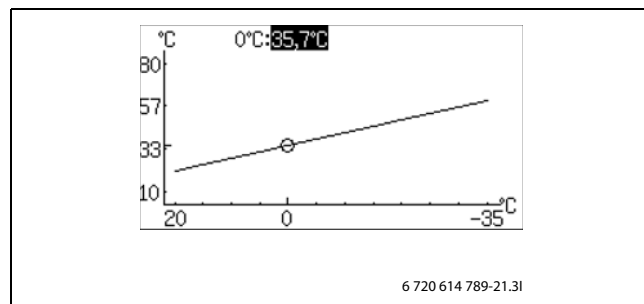

Bild 48
- Vrid ratten när fyrkanten är markerad tills 0°C är markerad (→ Bild 48).